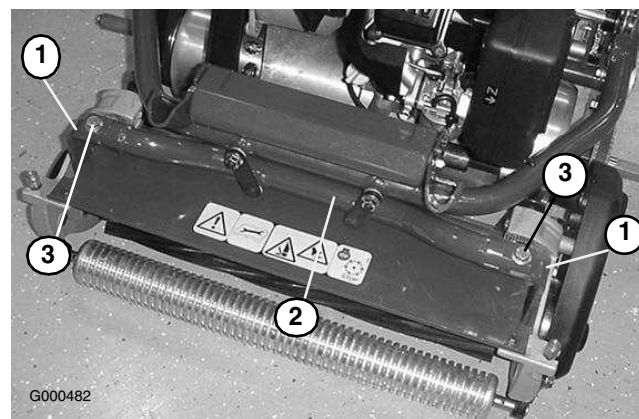

Figure 45
4. Retirez les (2) vis de fixation des bras de pivot du plateau de coupe au tube du bâti du groupe de déplacement (Figure 45).
5. Tournez les bras de pivot vers l'avant (Figure 45) et appuyez le groupe de déplacement sur la béquille bloquée.